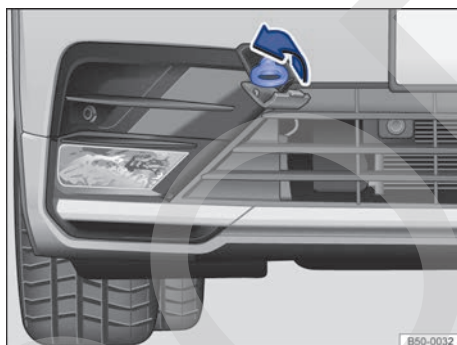

Fig. 238 En el lado derecho del paragolpes delantero: enroscar la argolla de remolque.
- Enrosque la argolla de remolque en el alojamiento girándola al máximo **en el sentido contrario al de las agujas del reloj** → fig. 238 → ⚠️. Utilice un objeto adecuado con el que pueda enroscar completa y firmemente la argolla de remolque en su alojamiento.